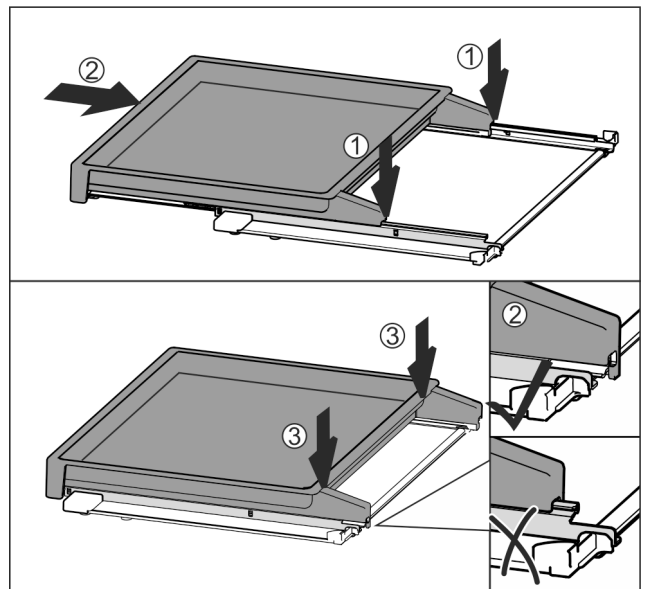

Fig. 110
- ▶ La poser au centre sur les rails Fig. 110 (1).
- ▶ Insérer complètement la bordure télescopique Fig. 110 (2).
- ▶ Appuyer sur sa partie arrière jusqu'à ce qu'elle s'enclenche de manière audible Fig. 110 (3).